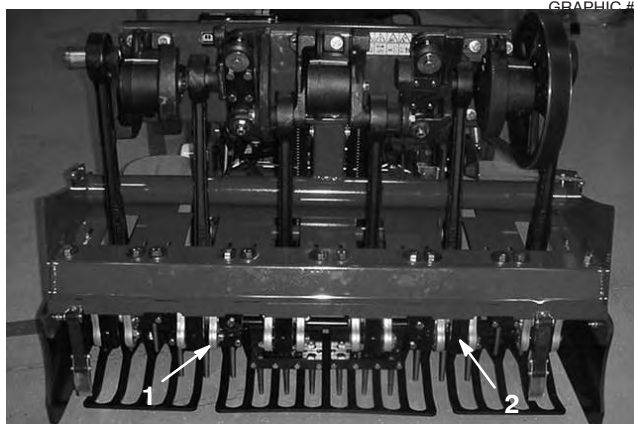

Figure 25
5. Placez les louchets dans les porte-louchets N° 2 et 5 (Fig. 25). Serrez les vis.